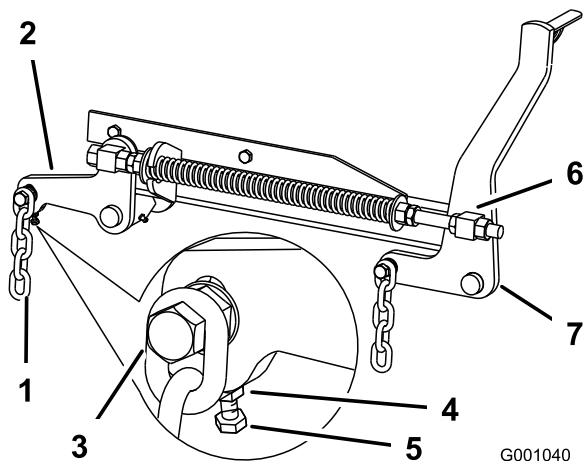

Figura 93
7. Si las medidas realizadas en las posiciones **B** o **C** no son correctas, afloje el perno que fija la cadena trasera al brazo de soporte trasero (Figura 93).
- Afloje la contratuerca situada debajo del brazo de soporte trasero y ajuste el perno de ajuste hasta obtener una medida de 80 a 83 mm ($3\frac{1}{8}$ " a $3\frac{1}{4}$ "); consulte Figura 93.
- Afloje las contratuercas del pivote delantero, en la parte delantera de los pivotes derecho e izquierdo, unos 13 mm ($\frac{1}{2}$ " (Figura 93).
- Ajuste las tuercas de elevación en el lado izquierdo y derecho de la máquina hasta obtener una distancia de 6 a 10 mm ($\frac{1}{4}$ " a $\frac{3}{8}$ " menos en la parte delantera en **A** que en la parte trasera, en **B** (Figura 93).